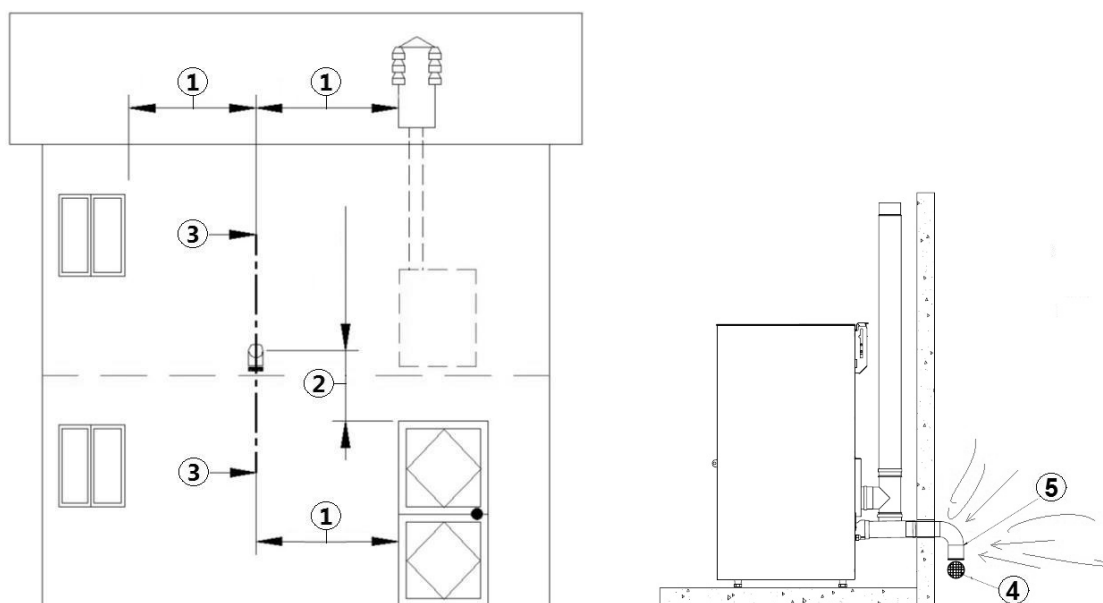

Fig. 11 - Tomada ar para instalação compartimento estanque
LEGENDA Fig. 11
- Na parede externa é preciso instalar uma curva a 90° para proteger o afluxo de ar comburente dos efeitos do vento: orientar a entrada da curva para baixo, ver **Fig. 11**.